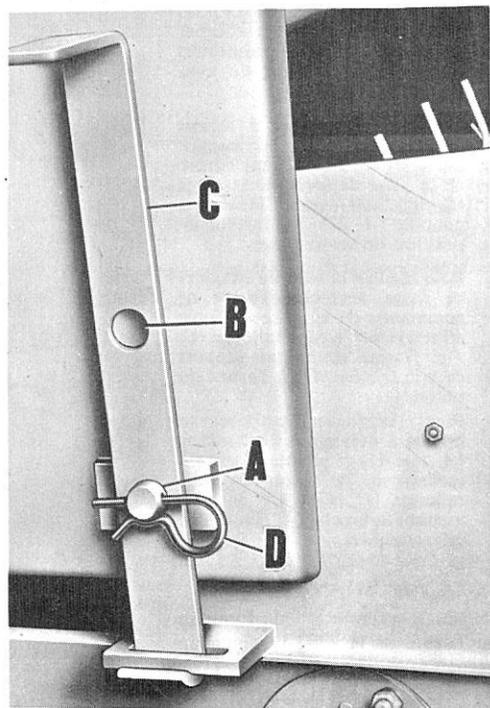

Fig. 13. Réglage du levier de levage du pick-up pour l'amener en position de travail.
3. Abaisser l'ensemble du pick-up en position de travail en plaçant la broche percée (A, Fig. 13) dans le trou supérieur (B, Fig. 13) du levier de levage du pick-up (C, Fig. 13) et en l'y fixant au moyen du clip (D, Fig. 13).
La Fig. 13 représente le levier du pick-up prévu pour permettre de placer l'ensemble du pick-up soit en position de route, soit en position de travail. Dans la position de route, on doit placer la broche percée (A, Fig. 13) dans le trou inférieur du levier de levage (C, Fig. 13). Pour le travail, la broche percée (A, Fig. 13) doit être emmanchée dans le trou supérieur de ce levier de levage. On emploie le clip de verrouillage (D, Fig. 13) pour fixer le levier dans la position choisie.